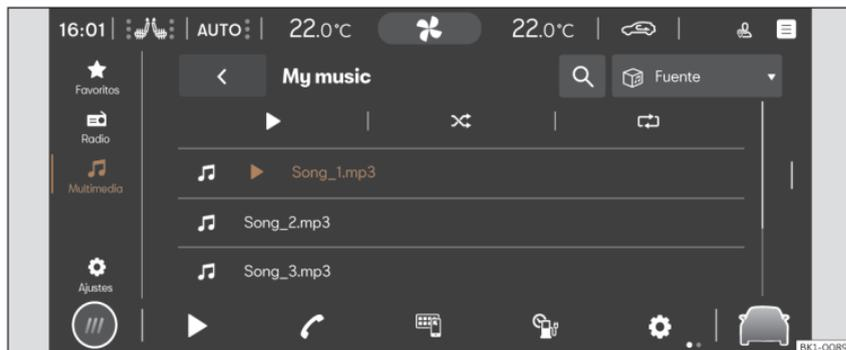

Fig. 130 Representación esquemática: Vista Multimedia
- Pulse **HOME** > ▶ > 🎵 >>> **fig. 130**.